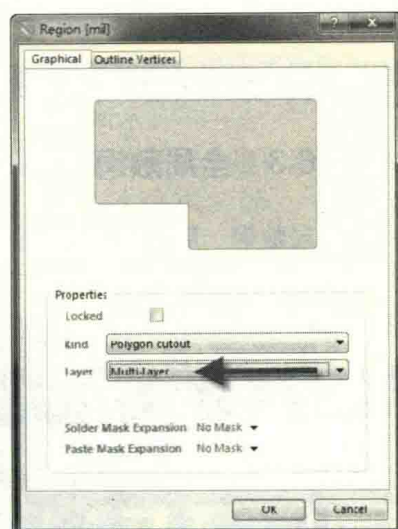

图 9-102 Cutout 属性设置
(2) 双击 Cutout, 可以对其属性进行设置, 如图 9-102 所示, 箭头所指示处的“Layer”可以选择 Cutout 的应用范围, 这里根据实际情况可以选择所放置的当前层, 或者选择“Multi-Layer”可以适用所有层, 即对所有层的敷铜都禁止。